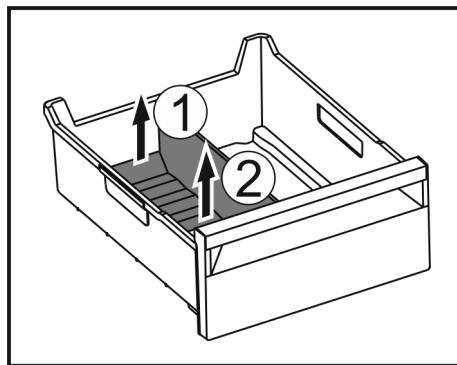

Fig. 116
- Zdvihnite zadnú časť oddelovača zásuvky na ľad. Fig. 116 (1)
- Odoberte oddelovač zásuvky na ľad nahor. Fig. 116 (2)